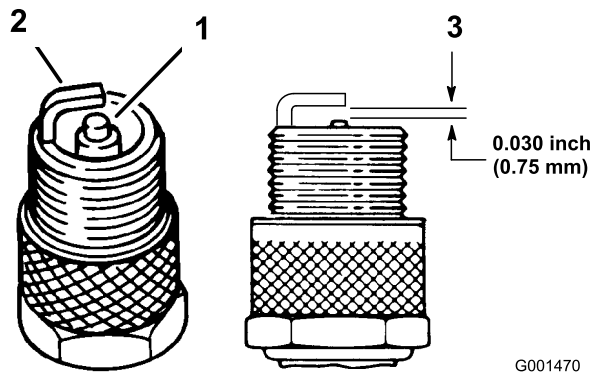

Figura 33
1. Mire la parte central de las bujías (Figura 33). Si se observa un color gris o marrón claro en el aislante, el motor está funcionando correctamente. Si el aislante aparece de color negro, significa que el limpiador de aire está sucio.
3. Compruebe la distancia entre el electrodo central y el electrodo lateral (Figura 33). Si la distancia no es correcta, doble el electrodo lateral (Figura 33).
3. Conecte los cables a las bujías (Figura 33).